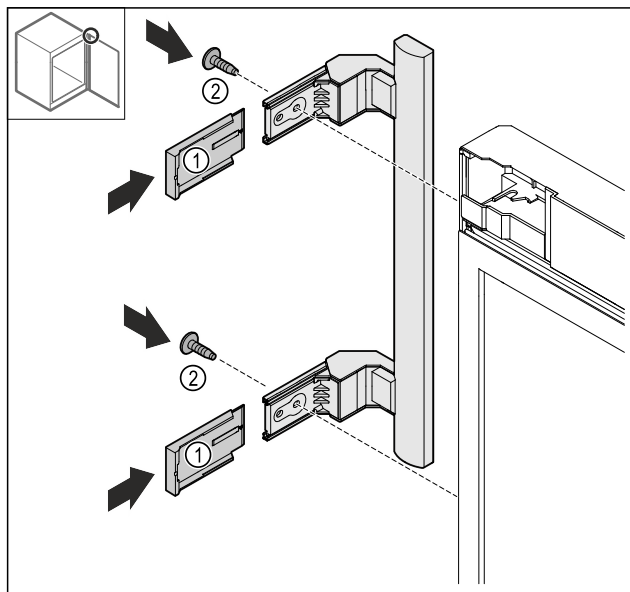

Fig. 25
- Natakните poklopce Fig. 25 (1).